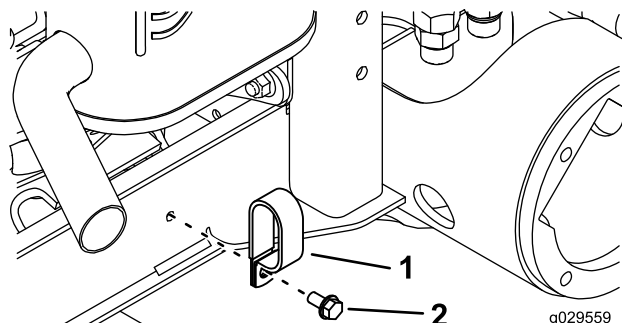

図 2
- フレームの右側のチャンネル材にホースクランプを固定しているボルトとナットを取り外す 図 2。